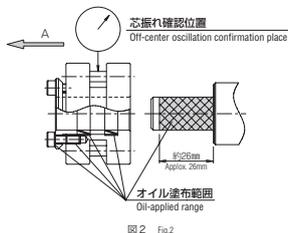
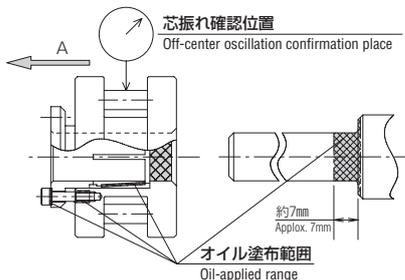

図2 Fig.2
図4 Fig.4
2. 軸のローラピニオンとの接触部、締結具の外径・テーパ部、ロックボルトのねじ部・頭部座面にオイル又はグリースを軽く塗布して下さい。(図2)
Lightly apply oil or grease to the contact portion of the shaft with the roller pinion, the outside diameter and taper portions of the clamping tools, and the thread portion and head seat of the lock bolt. (Fig. 2)
2. 軸のローラピニオンと直接接する部分と、締結具各テーパ接触部、ロックボルトネジ部、頭部座面に、オイル又はグリースを軽く塗布して下さい。(図4、6)
Lightly apply oil or grease to shaft which directly contacts with roller pinion, tapered area of clamping tool, screwed area and head seat of lock bolt (Figs. 4 and 6).
- ロックボルト締め付け時、ローラピニオンは、図2・図4矢印A方向へ、若干移動します。カムラック側面との干渉に注意して下さい。(CPA16～32型対象)
Since the roller pinion moves slightly in the arrow A direction of Figs. 2 and 4 when the lock bolts are fastened, watch out the roller pinion for the interference with the gear side (for CPA16～32 types).